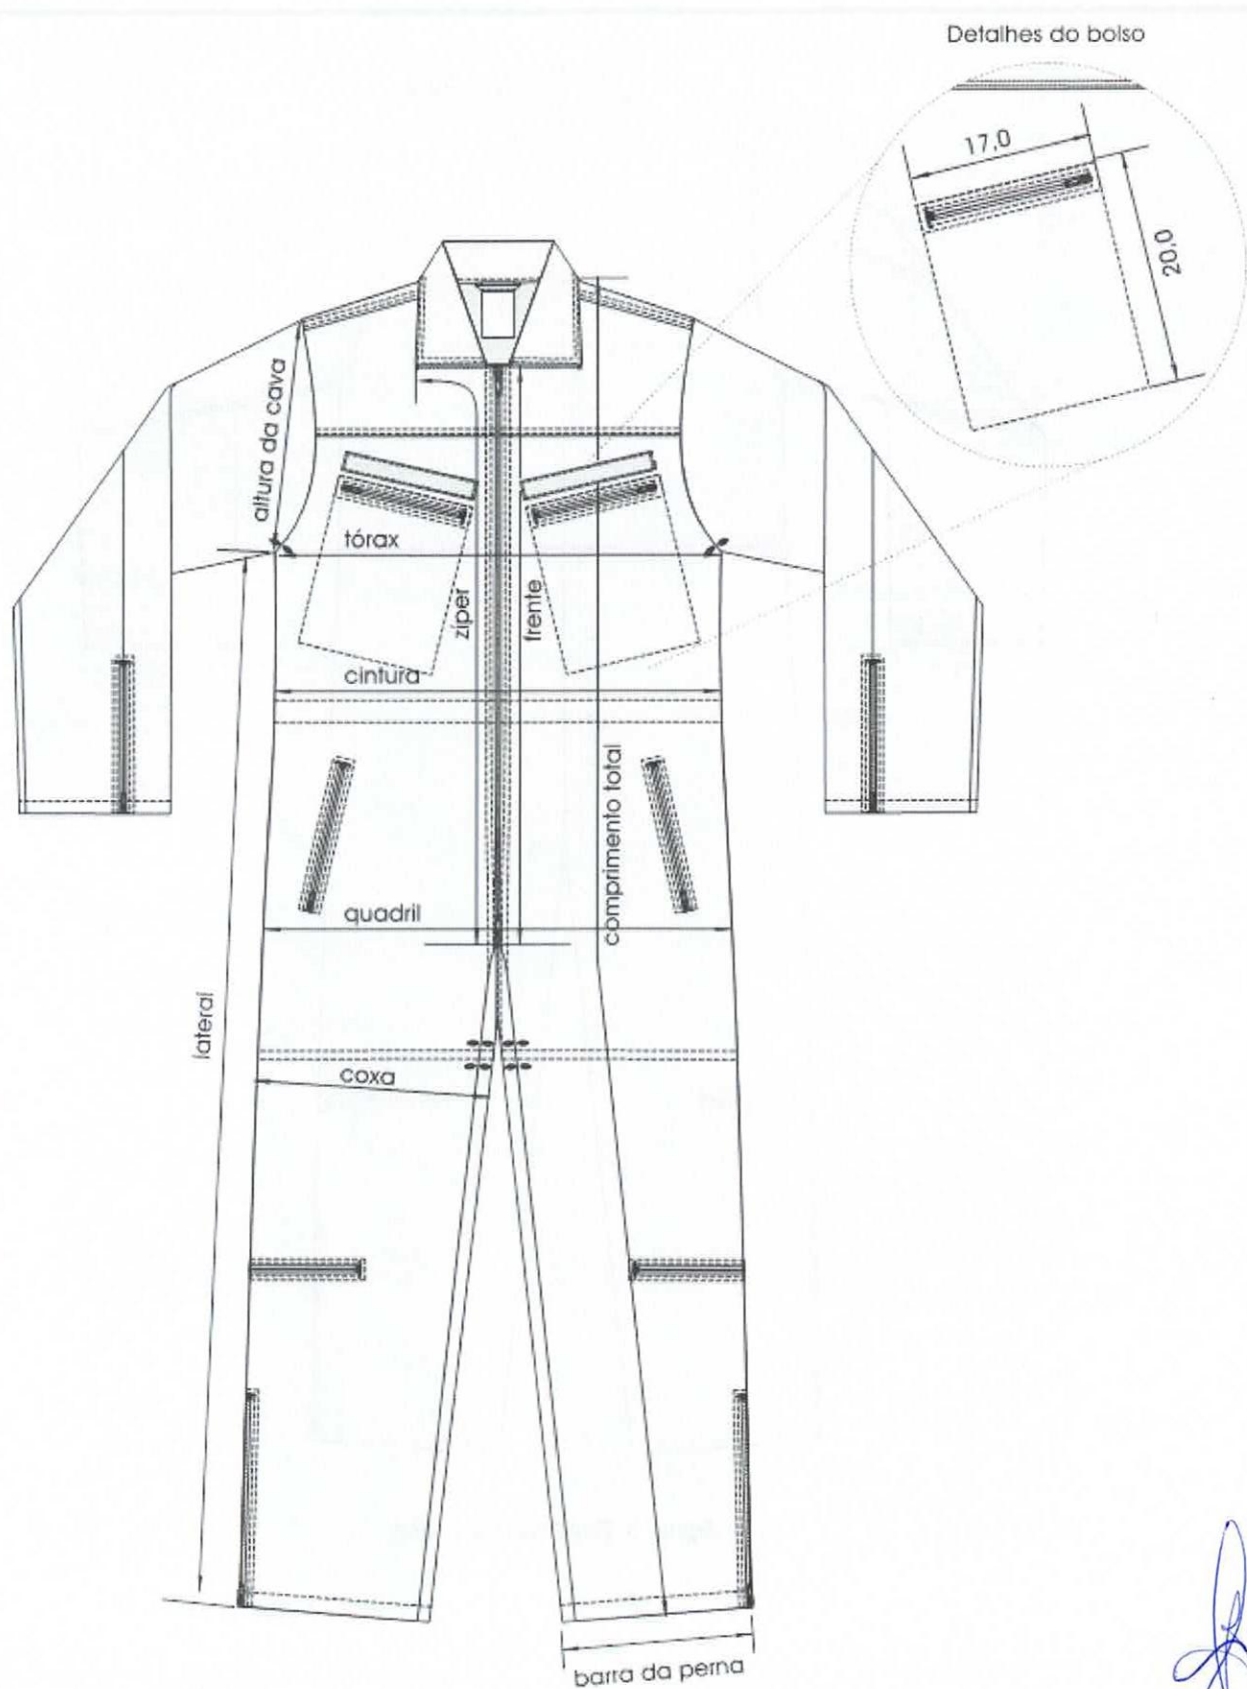

Figura 2- Detalhes da frente
4.2.2 Palas dianteiras acima dos bolsos com duplo pespontos (ver Figura 2);
4.3.1 Dois bolsos dianteiros semi-fole com 17,0 cm de comprimento e 20,0cm de altura. (Figura 2);
4.3.3 Frente da calça com dois bolsos embutidos posicionados nas laterais próximos a altura do quadril, fechados com zíper medindo 18,0 cm. (ver Figura 2); e
4.3.4 Pernas da calça com dois bolsos laterais na posição horizontal, embutidos e posicionados abaixo do joelho junto a costura de união do dianteiro com o traseiro, medindo 21,0 cm de comprimento e 2,5 cm de largura, fechados com zíper. (ver Figura 2, 3, 7, 8 e 13).